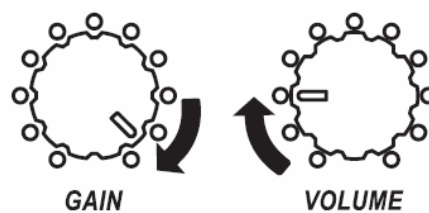

Рис. 9
4) После того, как вы отрегулировали уровень, можно попробовать настроить дополнительный дисторшн. Установите регулятор GAIN в положение между 3 и 5 часами, а затем убавьте уровень громкости. Таким образом, можно получить дисторшн, ограниченный по интенсивности. Поднимайте регулятор VOLUME и регуляторы EQ для более мощного дисторшна (рис. 9).